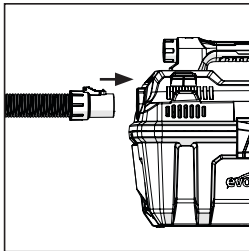

Abb. 5
- Führen Sie ein Ende des Schlauchs in die Blasöffnung ein. (**Abb. 5**)